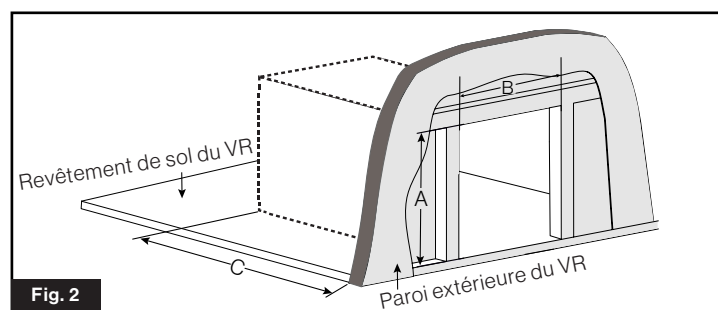

Fig. 2
- Créez une découpe avec les dimensions suivantes A et B de la Fig. 2.
- L'ouverture peut nécessiter un ajustement pour s'adapter aux exigences d'installation de la Fig. 2. Référez-vous aux instructions d'installation de la porte, pour des consignes d'installation supplémentaires, les exigences et les options pour redimensionner l'ouverture. (Fig. 8)
- Repérez le point d'entrée de la plomberie pour l'entretien de l'arrière de l'appareil. Assurez-vous que le point d'entrée ne se trouve pas dans la partie inférieure de l'appareil. (Fig. 2)
- Repérez le point d'entrée du câblage pour l'entretien de l'arrière de l'appareil. Assurez-vous que le point d'entrée ne se trouve pas dans l'espace au sol de l'appareil (Fig. 2). Assurez-vous que tous les bords sont protégés afin d'éviter l'abrasion du fil.
- Repérez le point d'entrée de la plomberie pour l'entretien de l'arrière de l'appareil. Assurez-vous que le point d'entrée ne se trouve pas dans la partie inférieure de l'appareil (Fig. 2)